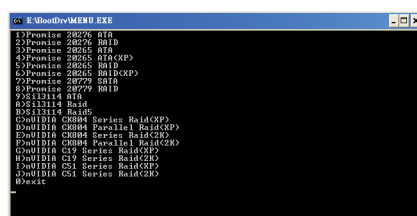

图14
MENU.exeをダブルクリックします。図14に似たMS-DOSプロンプト画面が表示されます(注)。
空のフロッピーディスクを挿入した後、対応する文字を押してメニューからnVIDIA Serial ATAドライバを選択します（例えば、図14のメニューでは、Windows XPをインストールする場合はCを押してnVIDIA CK804 Series Raid (XP)を選択し、Windows 2000をインストールする場合はEを押してnVIDIA CK804 Series Raid (2K)を選択します）。マザーボードのドライブバCDからフロッピーディスクにSATAドライバをコピーするには約1分ほどかかります。